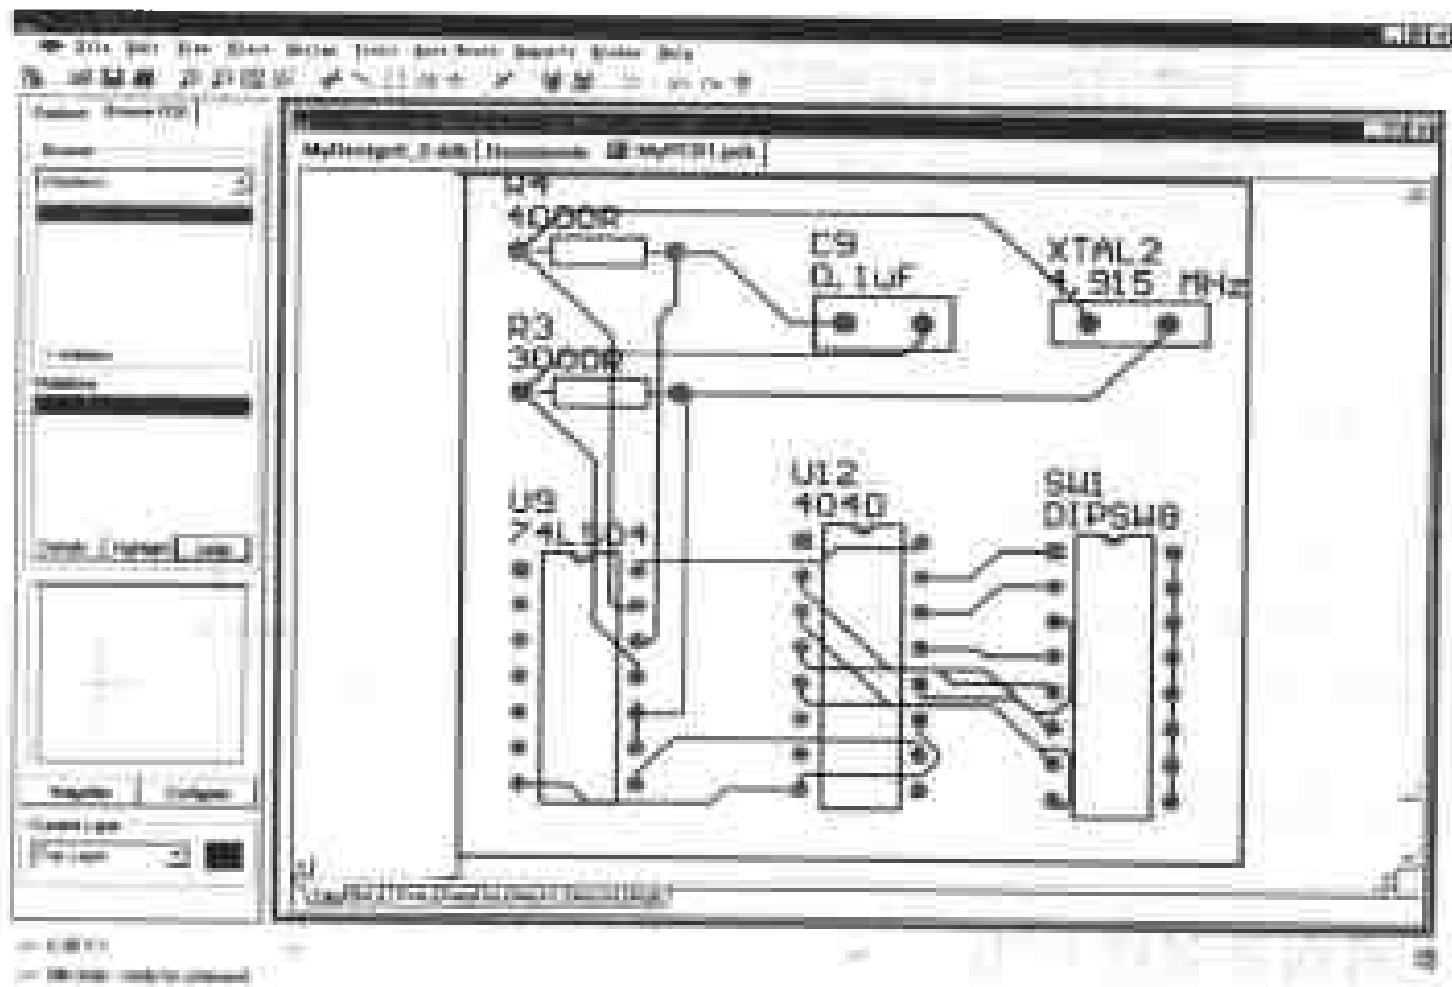

图 6-54 选中 Violations 后的 PCB 浏览器
在对象类型选择框中选中 Violations，此时 Browse PCB 标签页如图 6-54 所示，我们可以查看错误细节、亮显错误所在处和快速定位错误所在处等操作。
对象列表框中显示错误的类型和选定错误类型的错误数目。从图 6-54 中可以看出，本电路板有一个违例的地方，即一个错误，错误类型为 Clearance Constraint（安全距离）违背
(2) 亮显所选错误处：在对象子列表框中选定错误后，单击 **Highlight** 按钮，系统将会在电路板出错误的地方闪烁一下，以便容易找到该错误的地方。此方法也可通过单击图 6-54 中的 **Highlight** 按钮来实现，两者完全一致。